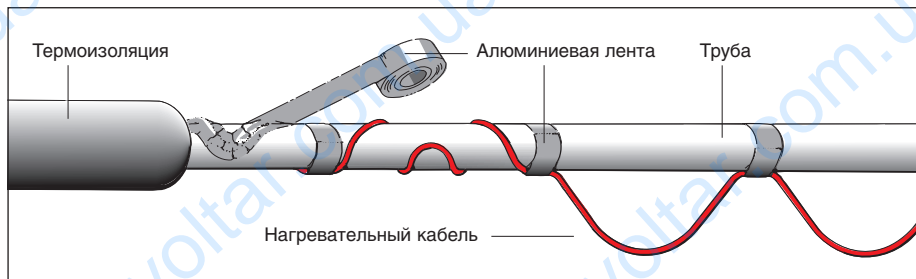

Рис. 3
2. Кабель укладывается на трубе волнистой линией, см. рис. 3.